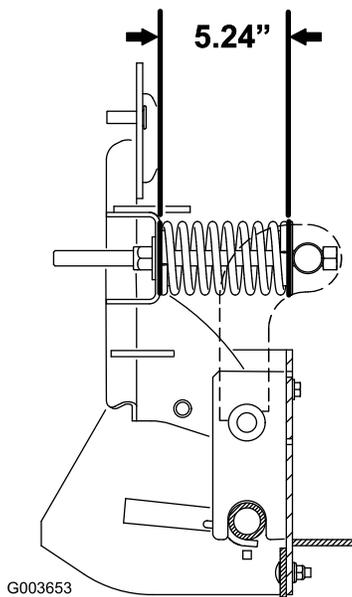

Bild 8
- Die „Aggressivität“ des Vertikutierers kann durch die Einstellung der Länge der Federn verändert werden (**Bild 8**). Durch das Verlängern der Federn wird das Vertikutiererergebnis weniger aggressiv. Das Kürzen der Federn wird das Vertikutiererergebnis aggressiver.
Die Federn und Aktuatorstangen sind werksseitig eingestellt. Wenn jedoch neue Teile installiert oder die Federn aus irgendeinem Grund entfernt werden, sollte die Federlänge auf 133 mm eingestellt werden, wie in Bild 8 dargestellt.